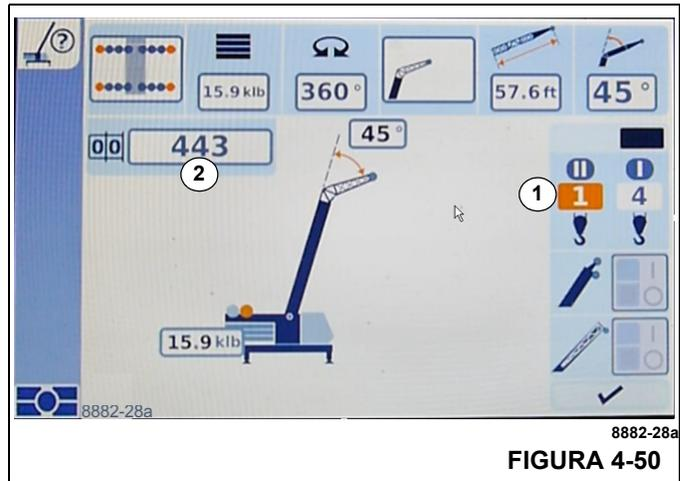

FIGURA 4-50
- Seleccione y confirme el símbolo (1, Figura 4-50); se muestran las flechas a la izquierda y a la derecha.